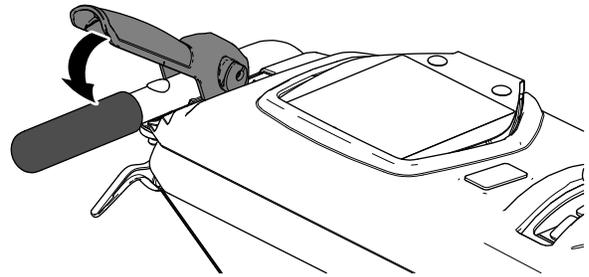

Figure 14
2. Serrez doucement le levier de commande de déplacement (gauche) contre la poignée gauche (Figure 14).